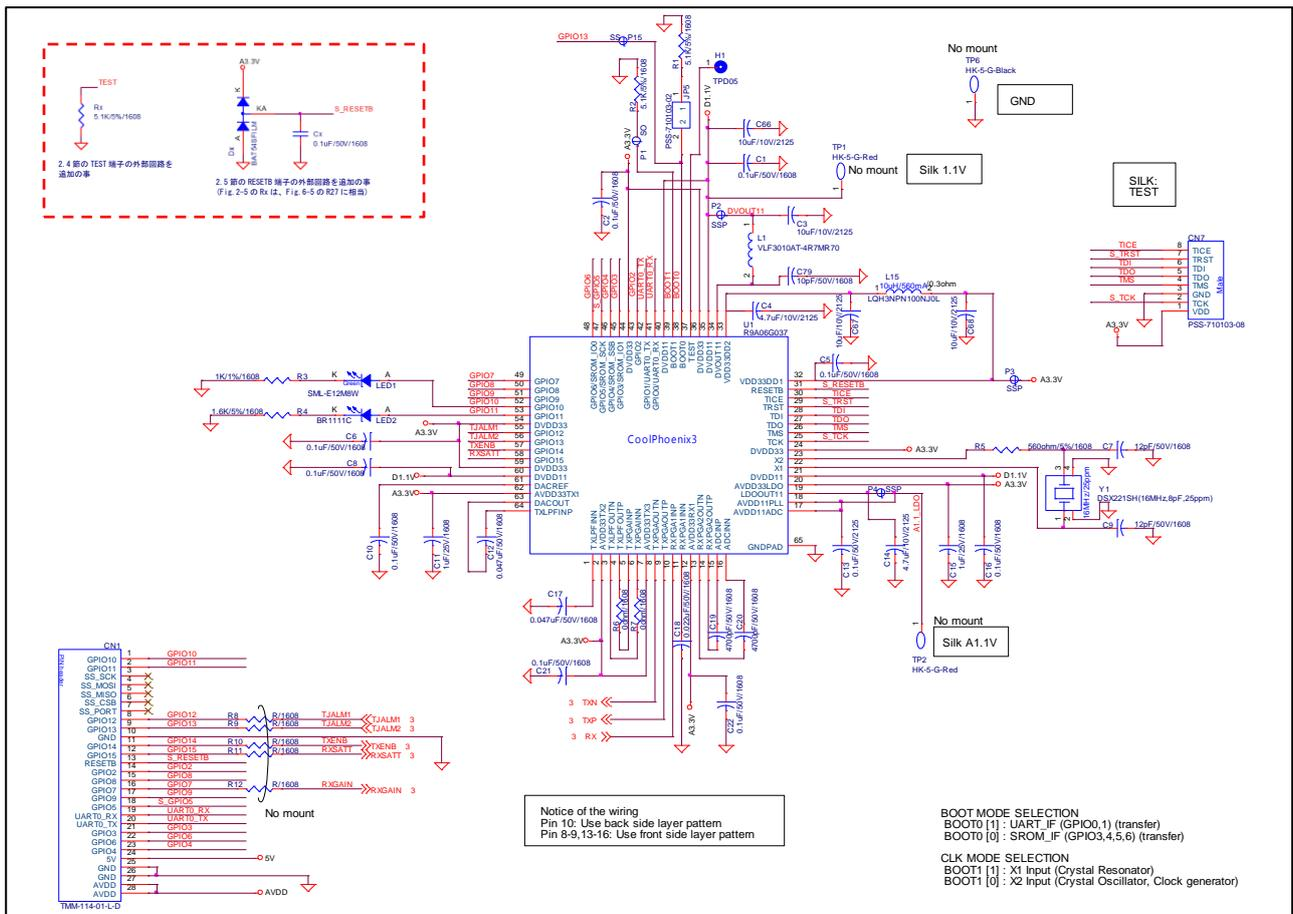
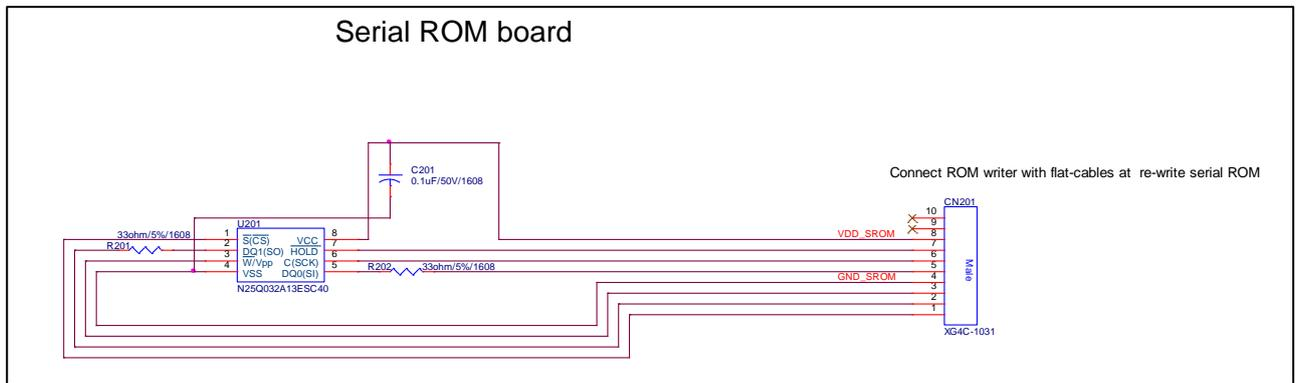

Figure 6-1 PLC ボード (R9A06G037 周辺回路)
Figure 6-8 S-ROM ボード回路
- 2章から4章の内容と本章の回路設計例で異なる場合は、2章から4章の内容を優先してください。6.1 節に回路設計例(Figure 6-1-Figure 6-8)、6.2 節に Bill of materials の例(Table 6-1-Table 6-6)に示します。